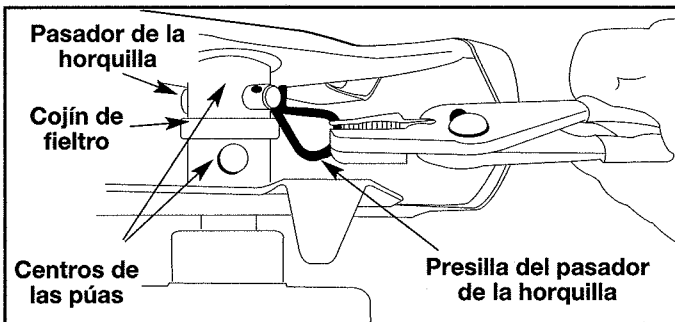

Fig. 21
1. Coloque el interruptor de encendido en la posición de APAGADO (O) y desconecte el alambre de la bujía de encendido.
2. Saque las presillas del pasador de la horquilla y los pasadores de la horquilla (Fig. 21).